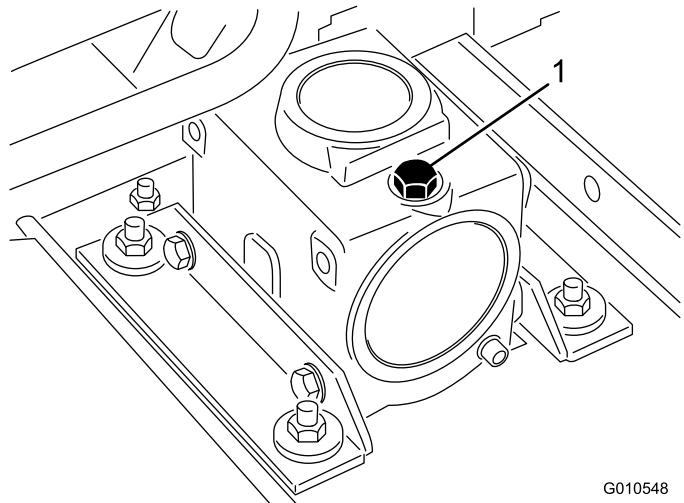

Bild 16
2. Nehmen Sie den Peilstab bzw. die Füllschraube oben am Getriebe ab (Bild 16) und stellen Sie sicher, dass der Ölstand zwischen den Markierungen am Peilstab liegt. Wenn der Ölstand niedrig ist, füllen Sie Öl ein, bis der Stand zwischen den Markierungen liegt.